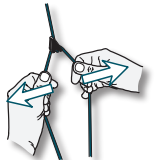

ABBILDUNG 1D
3. Die Schnüre zum Verringern der Spannung auseinander ziehen (Abb. 1d).